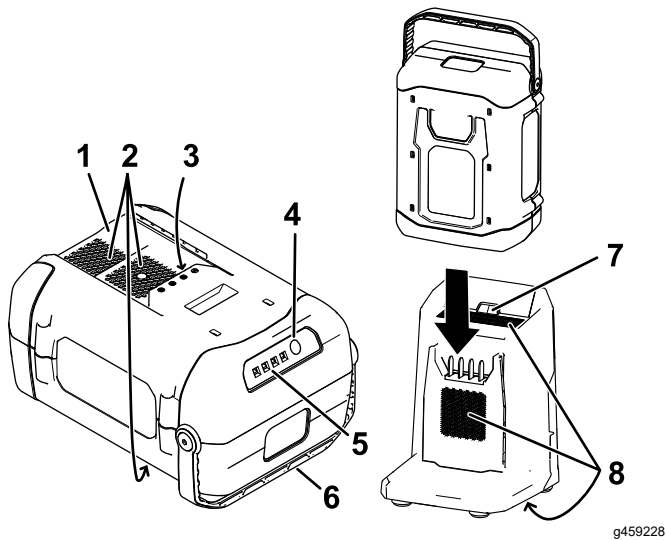

Figure 17
2. Placez le creux de la batterie (Figure 17) en face de la languette du chargeur.
3. Glissez la batterie dans le chargeur jusqu'à ce qu'elle soit complètement enclenchée (Figure 17).